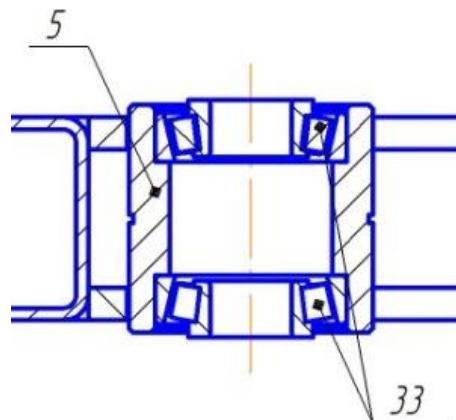

Рис.7 Схема установки подшипников во втулку маятника.
6. Во втулку маятника поз.5 установить с зазором поз.33 (Подшипник 7204) 2шт. Подшипники смазать консистентной смазкой типа "Литол". Ориентация подшипников по рис.7.